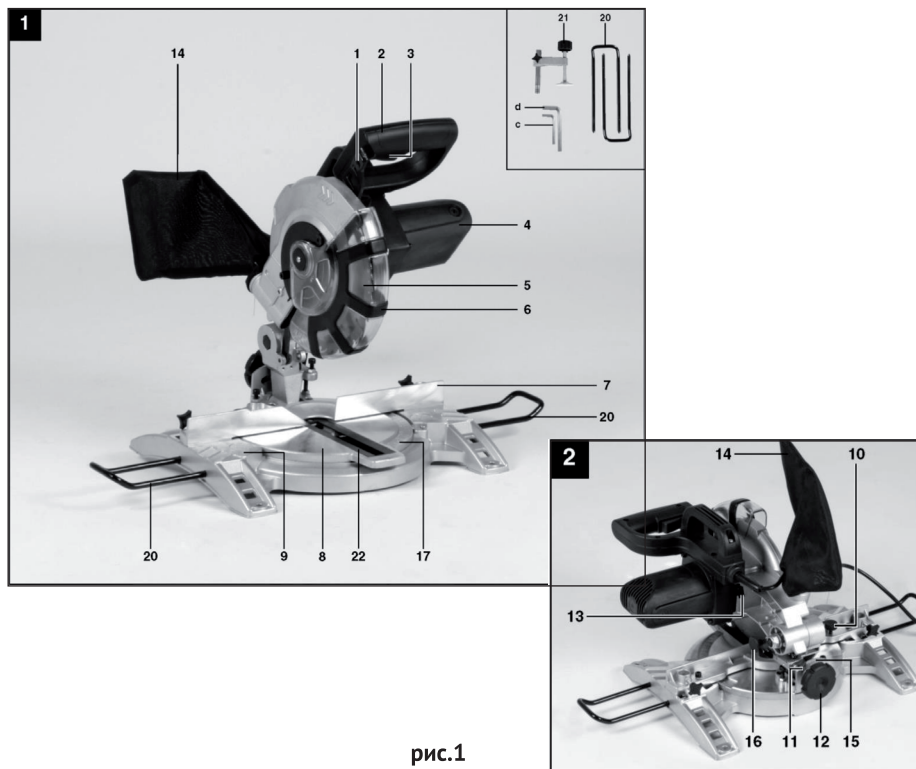

рис.1
- Основным несущим узлом режущего блока пилы является металлический редуктор, выполненный заодно с верхним защитным кожухом диска. К редуктору крепится пластиковый корпус двигателя (рис.1 поз.4), с закреплённой на нём рукояткой (рис.1 поз.2). Вертикальное перемещение режущего блока для реза обеспечивает суппорт головки режущей. Возвратная пружина на оси суппорта, возвращает режущий блок в исходное положение.
Заготовка на рабочем столе может быть повернута на угол от 0 до 45° за счёт поворотного основания (рис.1 поз.8). На основной рукоятке пилы расположены: рычаг блокировки защитного кожуха (рис.1 поз.1) и клавиша выключателя (рис.1 поз.3). Конструкция пилы позволяет осуществлять пропилы, кроме вертикальных (0 - 90°): косые пропилы материала под заданным углом от 0 до 45° относительно задней кромки заготовки в обе стороны (смещением поворотного основания) и наклонные пропилы с заданным углом (от 0 до 45°) относительно вертикальной оси влево.
Крутящий момент с якоря электродвигателя шестернёй передаётся на шпindel, соосный с двигателем. На шпindel, между опорным и прижимным фланцами крепится пильный диск (рис.1 поз.5). Диск является основным рабочим инструментом для резки выбранных материалов.
Металлическая станина (рис.1 поз.9) пилы устанавливается на ровную горизонтальную поверхность. Для крепления пилы на верстаке (рабочем столе) в ножках станины имеются 4-е крепёжных отверстия. При пилении длинных заготовок в станину крепятся 2-е дополнительные опоры (рис.1 поз.20). Распиливаемая заготовка плотно прижимается к параллельному упору (рис.1 поз.7) и крепится к рабочему столу струбциной (рис.1 поз.21).
Для отвода стружки в комплект поставки входит пылесборник, который крепится к патрубку неподвижного кожуха (рис.1 поз.14). К патрубку можно подключить промышленный пылесос.
- проверьте работоспособность выключателя электродвигателя инструмента. Не подключая пилу к электросети, нажмите и отпустите клавишу выключателя (рис.1 поз.3) – она, без задержки, должна возвратиться в исходное положение;
- проверьте состояние и надёжность крепления подвижного защитного кожуха (рис.1 поз.6), чёткость его срабатывания. Запрещается работать пилой, подвижный защитный кожух которой неисправен или повреждён;
Пила поставляется собранной за исключением: дополнительных упоров (рис.1 поз.20), пылесборника.
Установить пилу на ровной твёрдой поверхности верстака (рабочего стола). В целях уменьшения вибрации пилы рекомендуется закрепить станину (рис.1 поз.9) к верстаку, используя крепёжные отверстия в ножках.
Разблокировать пилу из транспортировочного (нижнего) положения, вынув фиксатор вертикального перемещения режущего блока (рис.1 поз.16). При этом режущий блок возвратной пружиной повернётся в верхнее (рабочее) положение.
При пилении длинных заготовок, установить в станину опоры дополнительные (рис.1 поз.20) и зафиксировать их винтами (рис.3 поз.20).
На патрубок пылеотвода установить пылесборник (рис.1 поз.14) (входит в комплект поставки) или подключить промышленный пылесос.
- разблокировать подвижный защитный кожух (рис.1 поз.6) рычагом (рис.1 поз.1);
- включение пилы осуществляется нажатием на клавишу выключателя (рис.1 поз.3);
- снять со шпинделя прижимной фланец (рис.6 поз.31), пыльный диск (рис.1 поз.5) и опорный фланец;
Для регулировки поворотного стола (рис.1 поз.8) ослабьте фиксатор поворота угла рабочего стола (рис.1 поз.10) примерно на 2 оборота, при этом поворотный стол начнёт вращаться.
Поворотный стол имеет точки фиксации на углах 0°, 5°, 10°, 15°, 22,5°, 30°, 35°, 40°, 45°. После установки поворотного стола в надлежащем положении, его необходимо дополнительно зафиксировать фиксатором поворота угла рабочего стола (рис.1 поз.10).
Режущий блок пилы можно повернуть влево или вправо на 45°, ослабив рукоятку-фиксатор (рис.1 поз.12).
Опустить режущую головку пилы и зафиксировать с помощью фиксатора вертикального перемещения режущего блока (рис.1 по.16).
Зафиксировать поворотное основание (рис.1 поз.8) в положении 0° .
Проверить расположение указателя угла (рис.2 поз.11). При необходимости ослабить указатель с помощью крестообразной отвёртки, установить 0° положение на шкале угла (рис.1 поз.15) и снова затянуть фиксирующий винт.
Ослабить рукоятку-фиксатор (рис.1 поз.12) и наклоните режущий блок пилы влево на 45° , используя рукоятку (рис.1 поз.2).
3.8 Поперечный пропил 90° и поворот стола на 0° (рис.1)
Нажать на клавишу выключателя (рис.1 поз.3) для включения пилы.
После включения пилы дождитесь, пока пильный диск (рис.1 поз.5) наберет максимальную скорость.
Отвести рычаг блокировки подвижного кожуха (рис.1 поз.1) в сторону, и с помощью рукоятки (рис.1 поз.2) слегка перемещать режущий блок пилы вдоль распиливаемого материала.